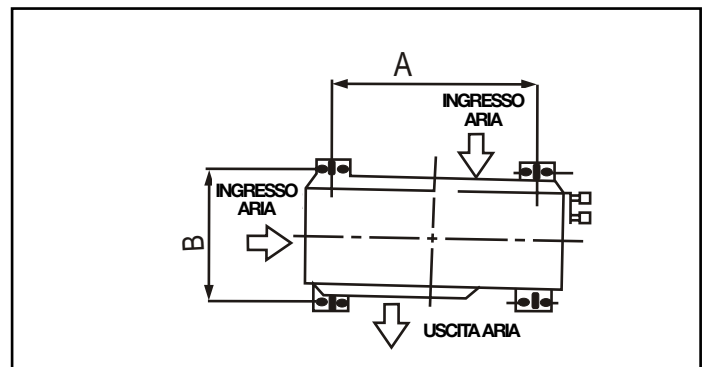

fig.10
5. Ancorare saldamente ad un supporto rigido e robusto l'unità esterna, prestando attenzione a che sia in piano. Utilizzare bulloni di diam. 8mm o 10mm (fig. 10).